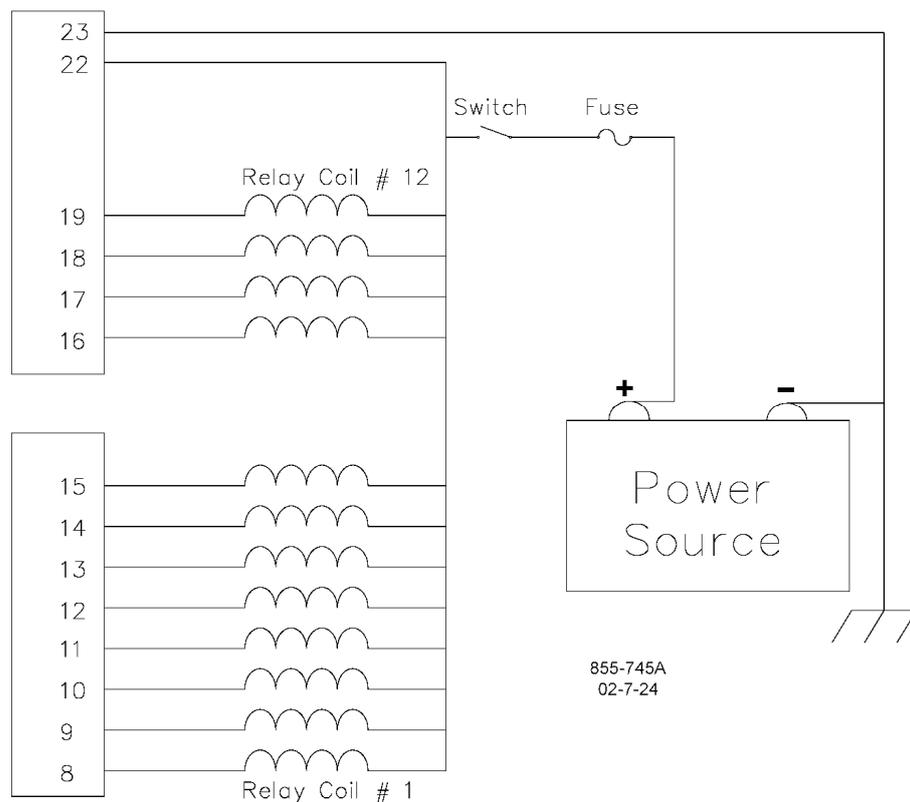

図 3-2. ディスクリット出力の配線の例
- ディスクリット出力配線については図 3-2 を参照してください。